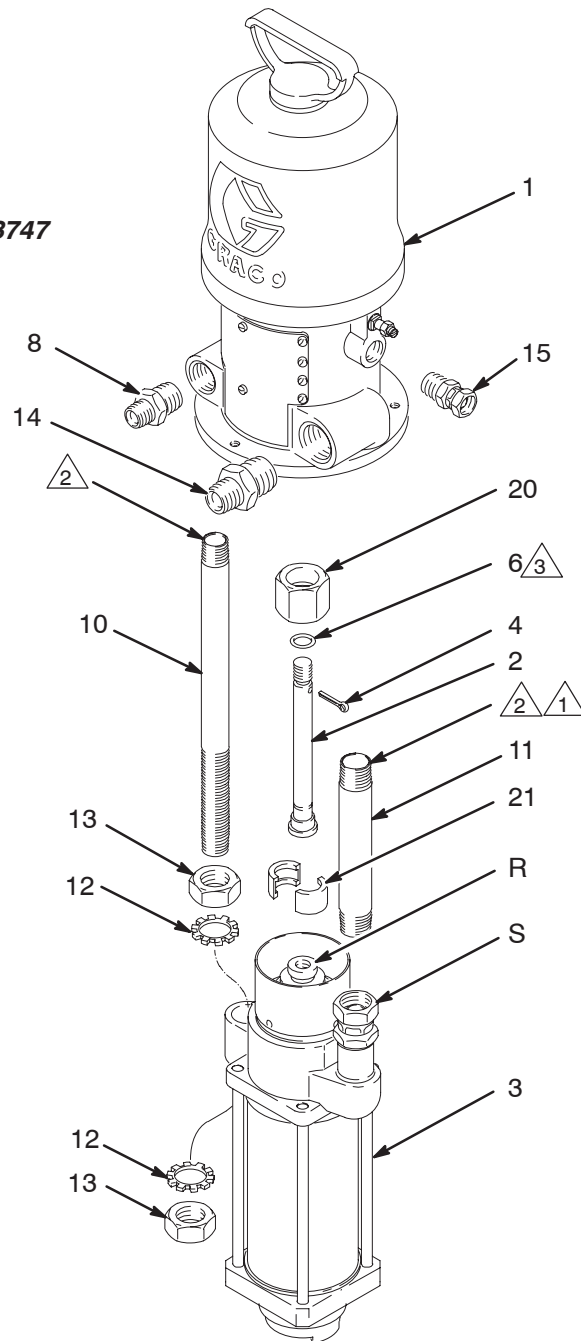

Abb. 4
3. Die Überwurfmutter (20) von der Kolbenstange (R) abschrauben. Die Klemmbacken (21) entfernen. Siehe Abb. 4.
4. Die untere Sicherungsmutter (13) und den Federring (12) vom Rücklauf-Montagerohr (10) abschrauben.
5. Schottverschraubung (S) vom Zulauf-Montagerohr (11) abschrauben.
1. Unterpumpe an den Montagerohren (10, 11) anlegen. Die obere Sicherungsmutter (13) mehrere Umdrehungen auf das Rücklauf-Montagerohr (10) schrauben. Die Schottverschraubung (S) sicher am Zulauf-Montagerohr (11) anschrauben. Siehe Abb. 4.
2. Die Verbindungsstange (2) und die Kolbenstange (R) zusammenführen; nötigenfalls die Sicherungsmuttern (13) am Rücklauf-Montagerohr (10) entsprechend einstellen, um die Stangen aneinander auszurichten.
3. Die Klemmbacken (21) so anordnen, daß sie in die Verbindungsstange (2) und die Kolbenstange (R) eingreifen. Die Kupplungsmutter (20) über die Klemmbacken schieben und fest an der Kolbenstange anschrauben.
4. Die Sicherungsmuttern (13) gut festziehen.
6. Luftmotor starten und Pumpe langsam laufen lassen. Die Sicherungsmuttern (13) am Rücklauf-Montagerohr (10) nach Bedarf einstellen, bis die Pumpe bei minimalem Luftdruck gleichmäßig läuft. Die Sicherungsmutter fest anziehen.